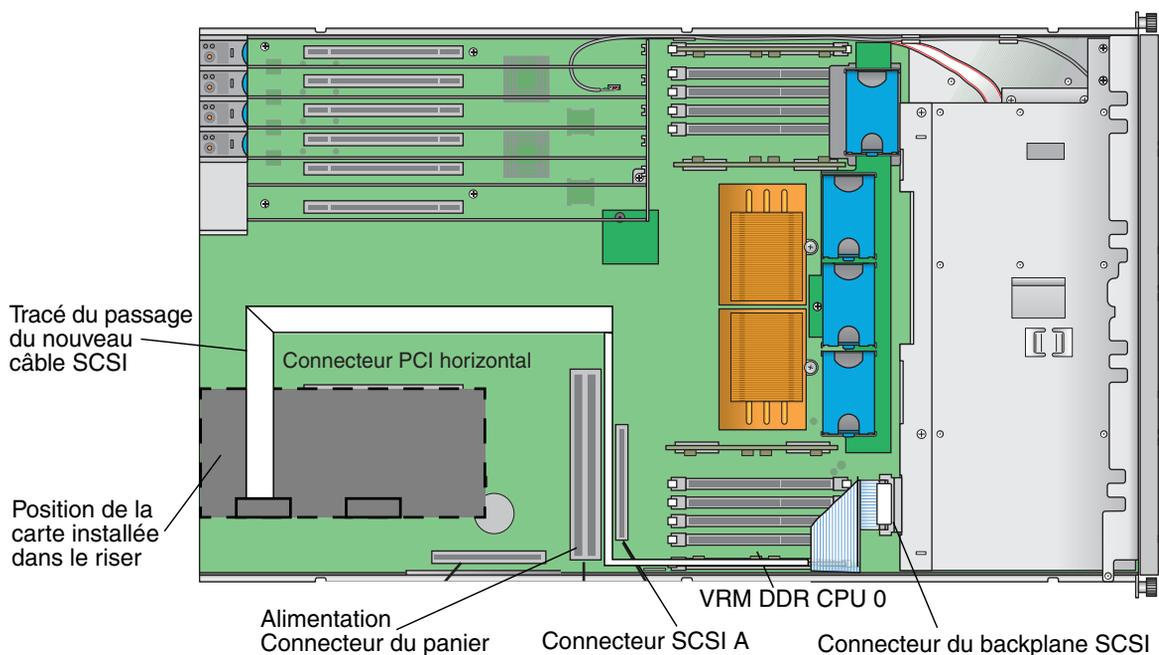

FIGURE 4-10 Câble de signal SCSI et connecteurs (version mise à jour du serveur Sun Fire V40z)
3. Déconnectez le câble de signal SCSI du serveur du connecteur SCSI A de la carte mère et du backplane SCSI. Voir FIGURE 4-10.
La FIGURE 4-10 indique l'emplacement du connecteur A SCSI sur la carte mère sur la version mise à jour (châssis réf. 380 -1206) du serveur ; dans cette vue, l'ensemble panier à ventilateurs arrière et le panier à alimentations ont été retirés. Dans le châssis mis à jour, le câble de signal SCSI est acheminé le long du châssis et ne passe pas sous la carte mère.
5. Insérez le nouveau câble de signal SCSI dans le châssis et acheminez-le sans tirer le long du parcours indiqué dans la FIGURE 4-10.
6. Branchez l'extrémité du nouveau câble de signal SCSI étiquetée « SCSI KBPLN » au connecteur du backplane SCSI. Voir la FIGURE 4-10 pour connaître l'emplacement du connecteur.
7. Acheminez le nouveau câble de signal SCSI le long du châssis, sous le CPU 0 DDR VRM. Voir FIGURE 4-10.
8. Continuez en faisant passer le nouveau câble de signal SCSI entre le connecteur SCSI A et le connecteur du panier à alimentations. Voir FIGURE 4-10.
9. Continuez en faisant passer le nouveau câble du signal SCSI parallèlement à l'emplacement PCI, puis enroulez-le sur le dessus de la carte LSI Megaraid qui est installée dans le riser. Voir FIGURE 4-10.
10. Branchez l'extrémité du nouveau câble de signal SCSI étiqueté « SCSI CNTRLR BOARD » dans le connecteur SCSI arrière de la carte LSI MegaRAID (canal 0). Voir FIGURE 4-10.